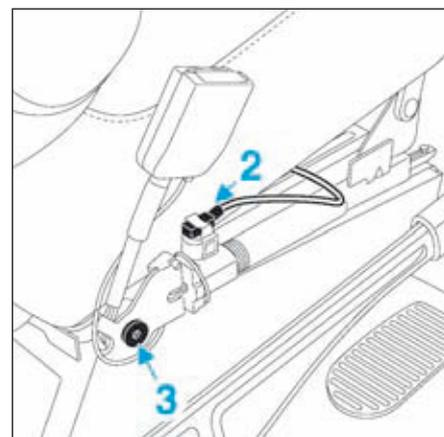

FIG.9
- Après avoir déposé le cache du siège conducteur, débrancher le connecteur électrique (2) (Fig.9).
- Déposer la vis de fixation (3), puis le prétensionneur.